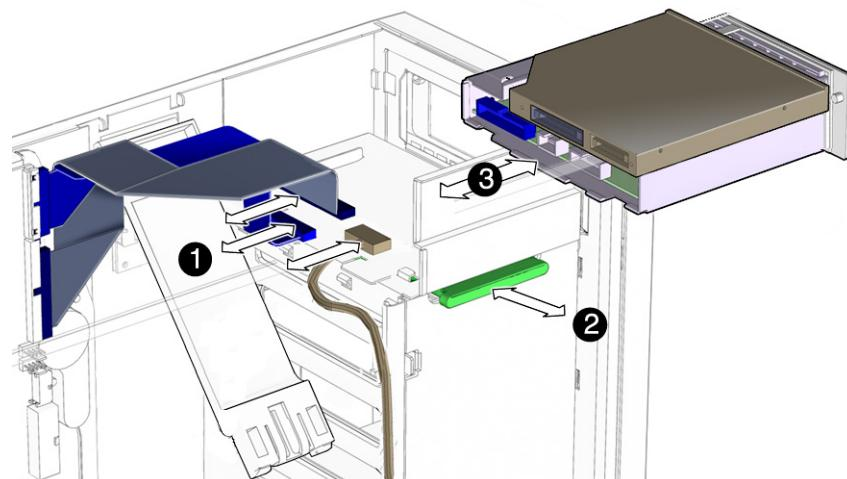

FIGURE 6-4 Module d'E/S et câbles
3. Débranchez les câbles suivants à l'arrière du module d'E/S (1) :
Voir FIGURE 6-4 (étapes (1) à (5)).
- Câble d'interface USBVoir FIGURE 6-4.